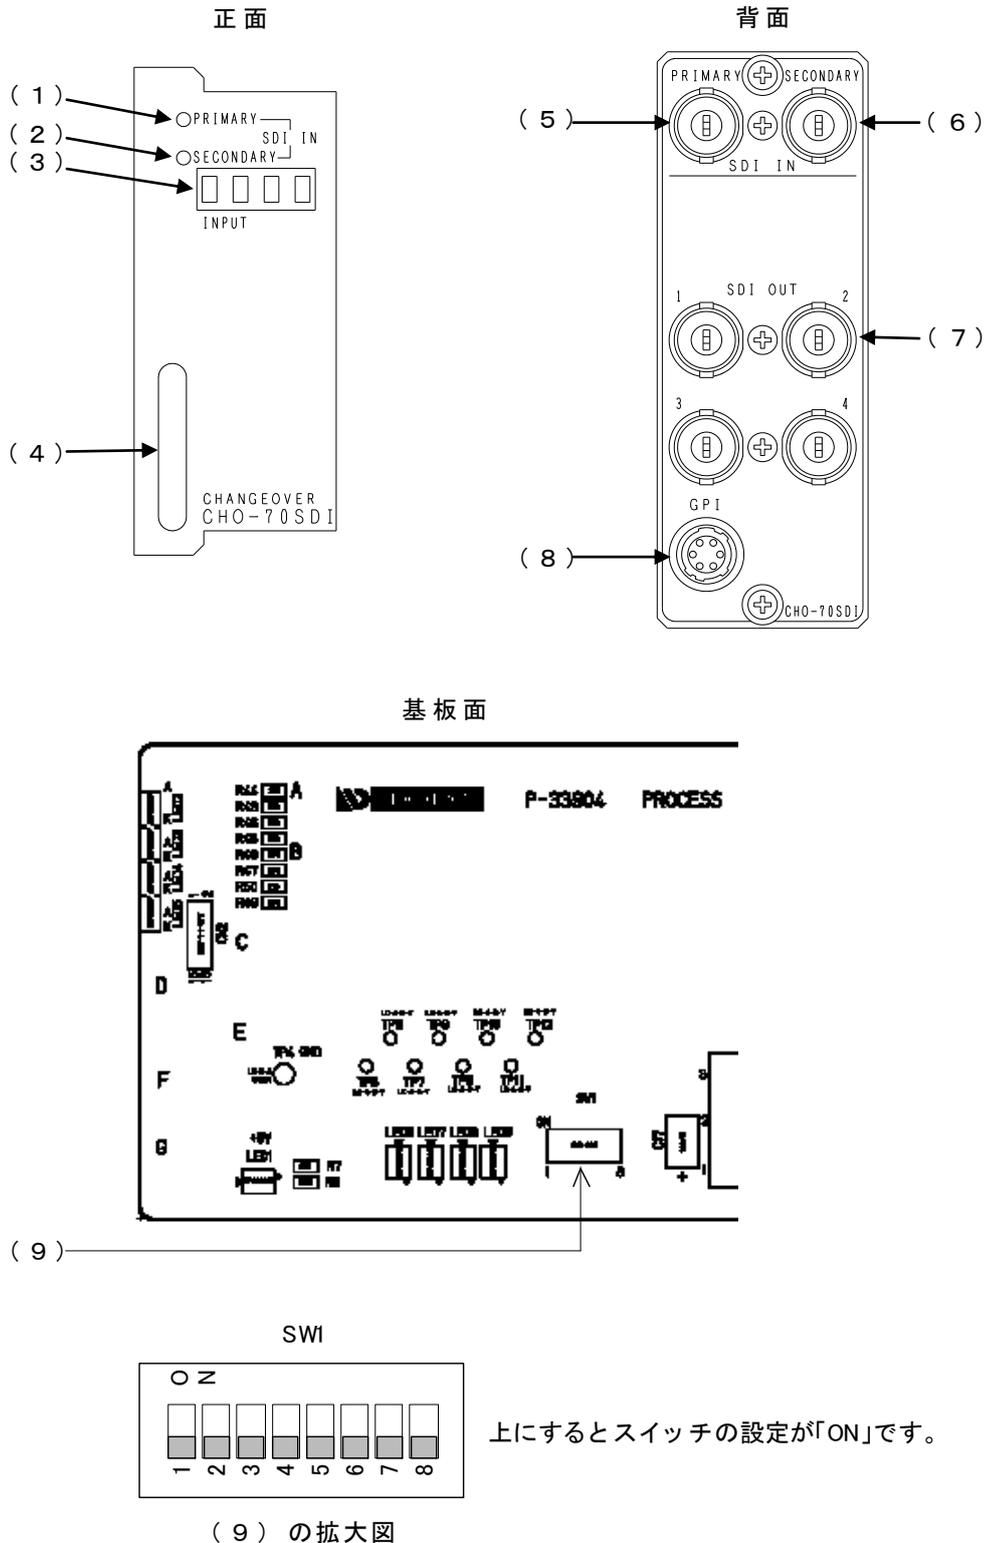

図2 各部の名称と働き
- (1) 筐体の電源スイッチをOFFにし、電源プラグをコンセントから抜きます。
- (2) 「Vbus-70シリーズ取扱説明書」のモジュールの実装方法を参考にして、メインモジュールを取り外します。
- (3) メインモジュール上に8bitのDIPスイッチがあります。(P-3「図2-(9)」を参照してください)